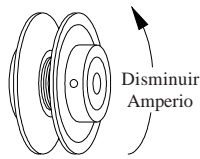

Fig. 10
- **Ajuste la polea si es necesario.** Si la lectura de amperio es menos del valor especificado del motor, apague la unidad y quite la reja con el filtro. Desconecte el motor dentro de la caja para protegerse en caso de que alguien intente poner en marcha el enfriador mientras usted está trabajando. Esto hay que hacerlo por su propia seguridad. Ajuste la polea a un diámetro mas grande y vuelva a ajustar la tensión de la banda. Conecte el motor, coloque la reja y compruebe de nuevo el amperio. Repita estos pasos hasta obtener la lectura de amperio correcta. El incrementar el diámetro de la polea, incrementa también el amperio; el disminuir el diámetro de la polea, disminuye también el amperio (véase fig. 10).